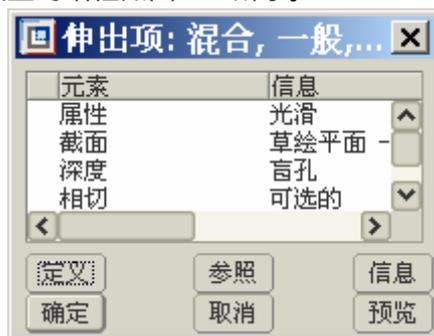

图 8-7
(5) 在信息区显示的文本栏中单击【否】按钮, 完成截面的绘制。
(6) 按系统提示依次输入第 2 个截面与第 1 个截面的距离为“70” , 第 3 个截面与第 2 个截面的距离为“50”。
(7) 上述操作完毕后，模型对话框如图 8-7 所示。